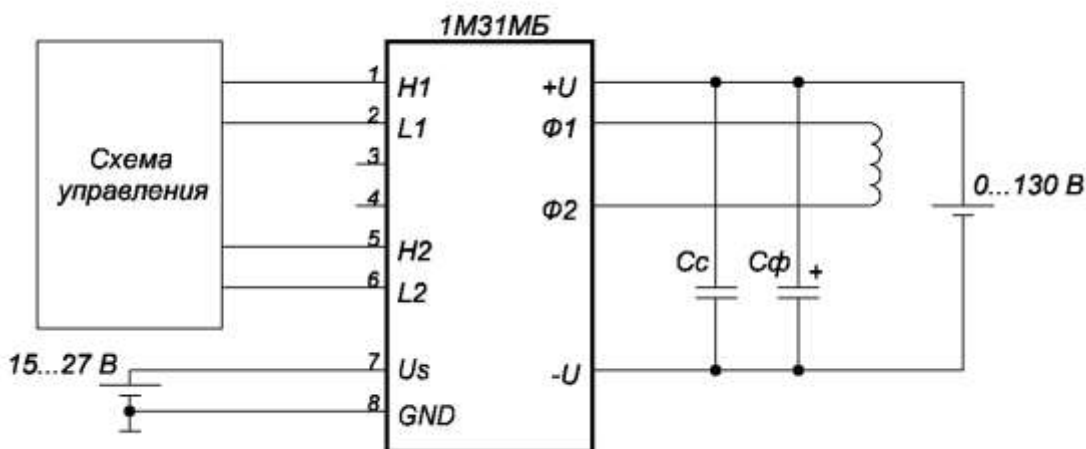

Рисунок 3.1 – Схема включения модуля
3.7 Выводы «+U» и «-U». Выводы подключения силового питания инвертора модуля. Между данными выводами в модуле установлен ограничитель напряжения «VDз» (см. рисунок 3.1) с номинальным пробивным напряжением 150 В. Для корректной работы модуля необходима установка непосредственно на выводы снабберного конденсатора «Сс» типа K73-17 ёмкостью 0,22 мкФ или 0,33 мкФ. На расстоянии не более 0,2 м через провод сечением не менее 3 мм² рекомендуется установить конденсатор фильтра «Сф» ёмкостью не менее 470 мкФ.